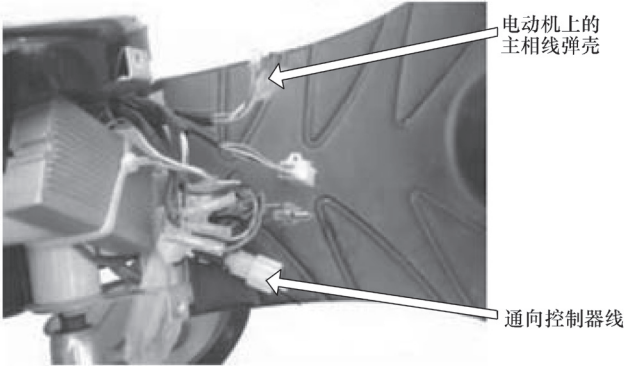

图 7-41 电动机控制器
1) 首先将电动机主相线与控制器脱开，如图 7-41 所示。